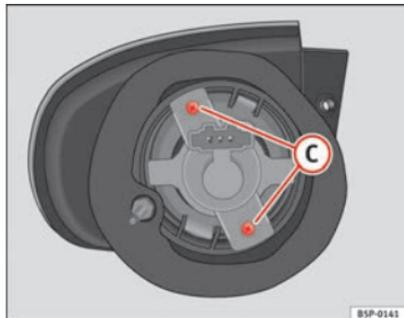

Fig. 198 Luz indicadora de mudança de direcção
- Desenrosque os parafusos ⇒ Fig. 198 (C) do porta-lâmpadas e puxe-o.
- Retire os parafusos ⇒ Fig. 198 C do porta-lâmpadas e puxe-o.